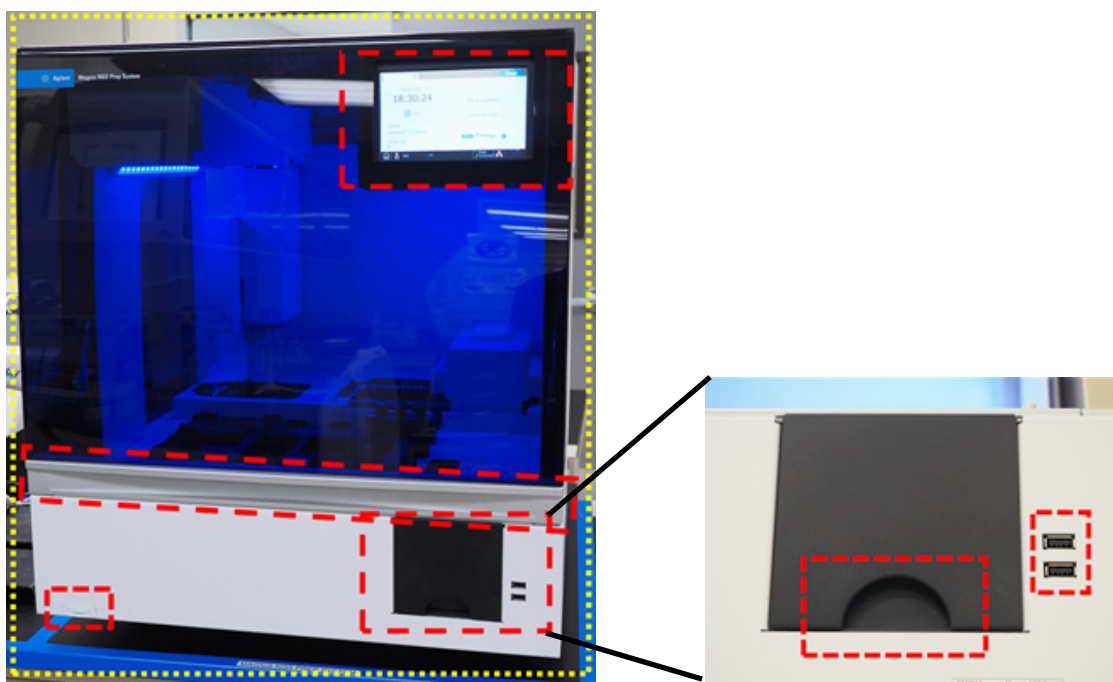

Figura 28 Suprafețele exterioare din partea frontală a instrumentului care trebuie șterse
- b Exteriorul instrumentului - partea frontală:** Închideți ușa instrumentului. Folosind un șervețel de laborator umezit cu alcool izopropilic 70%, ștergeți ușor suprafețele evidențiate cu galben și roșu în **Figura 28**. Aceste zone includ ecranul tactil, butonul de alimentare, ușa recipientului pentru deșeuri (inclusiv adâncitura folosită pentru a ajuta la deschidere/închidere) și plexiglasul frontal. Scoateți sertarul recipientului pentru deșeuri și ștergeți interiorul recipientului pentru deșeuri. Ștergeți zona din jurul porturilor USB (nu umeziți punctele de contact electric). Toate zonele evidențiate cu galben trebuie șterse. Zonele evidențiate cu roșu necesită o atenție deosebită pentru o curățare atentă.